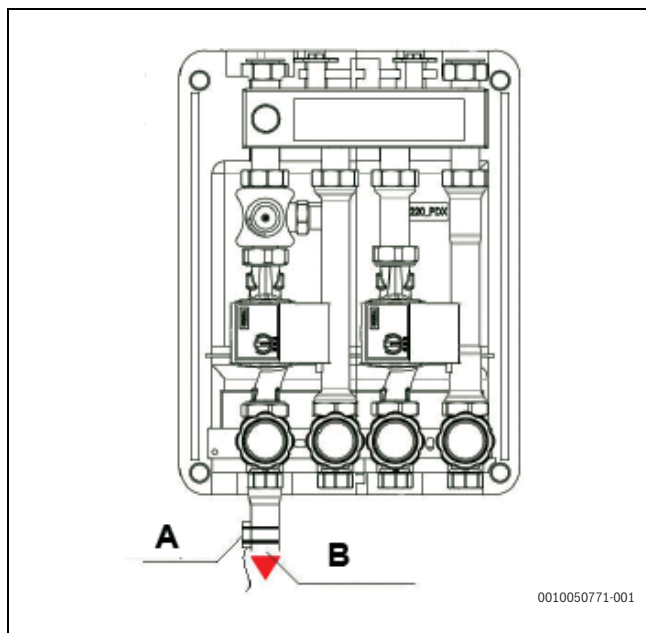

Fig. 325 Posizionare la sonda di temperatura Tw2
- Posizionare la sonda di temperatura Tw2 (inclusa nel kit) T1BX - T1B30X (fornita separatamente), nel tubo di mandata della zona a bassa temperatura (→ Fig. 325) utilizzando le fascette stringitubo. Si consiglia di isolare la sonda per una lettura facilitata della temperatura.
Seguire le istruzioni → Fig. 325
- Accoppiare gli inserti (2 o 3 in funzione del modello T-Box), (→ Fig. 325).